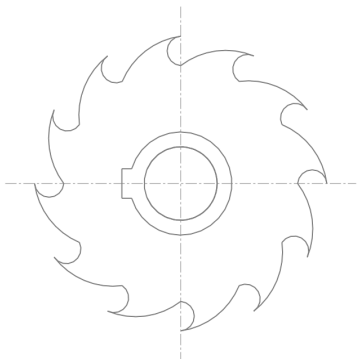

图 3-34 修剪其他图形效果
(4) 选择下方水平直线，在大圆和直线的交点处，单击鼠标左键，单击【确定】按钮，退出草图编辑环境，即可修剪其他草图对象，效果如图 3-34 所示。